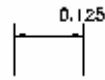

图 8-28 不用引线直接将文本放在尺寸线的上面
- **Over the Dimension Line, Without a Leader 不用引线直接将文本放在尺寸线的上面，**如图 8-28 所示。